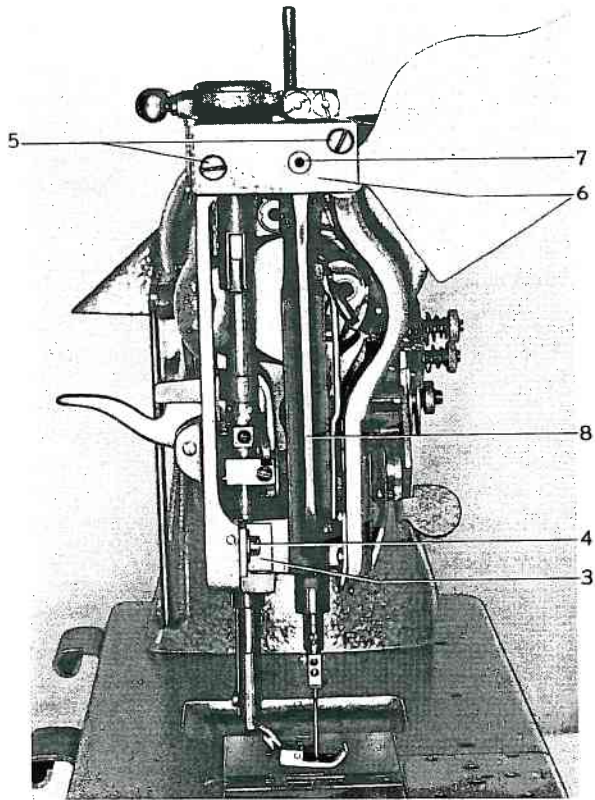

Abb. 5
2. Führungswinkel 3 (Abb. 5) nach Herausschrauben der Schraube 4 entfernen.
3. Zwei Schrauben 5 (Abb. 5) herausschrauben.